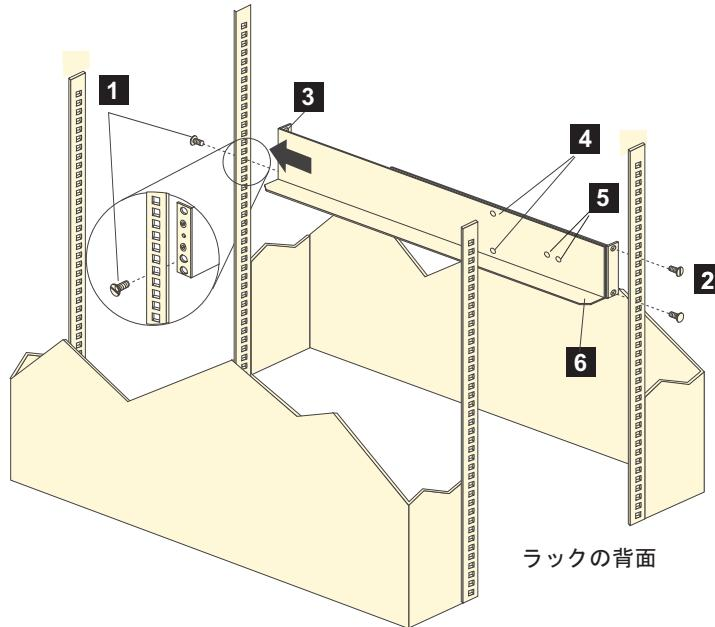

図 11. サポート・レールの取り付け
**注:** これらのステップを実行する際は、31 ページの図 11 を参照してください。
**注:** サポート・レールは「左」または「右」といったマークはされていません。しかし、個々のレールは、ラック・キャビネットの 1 つの側にのみ、正しくマウントできるようになっています。レールは調整ピンでラックの背面に取り付ける必要があります。31 ページの図 11 に左のサポート・レールの取り付けが示されています。
2. 4 個のねじをレールから取り外します (それぞれのレールの 2 個のねじ)。31 ページの図 11 の **4** を参照してください。これらのねじを取り外さないと、ストレージ拡張エンクロージャーはしっかりと取まりません。